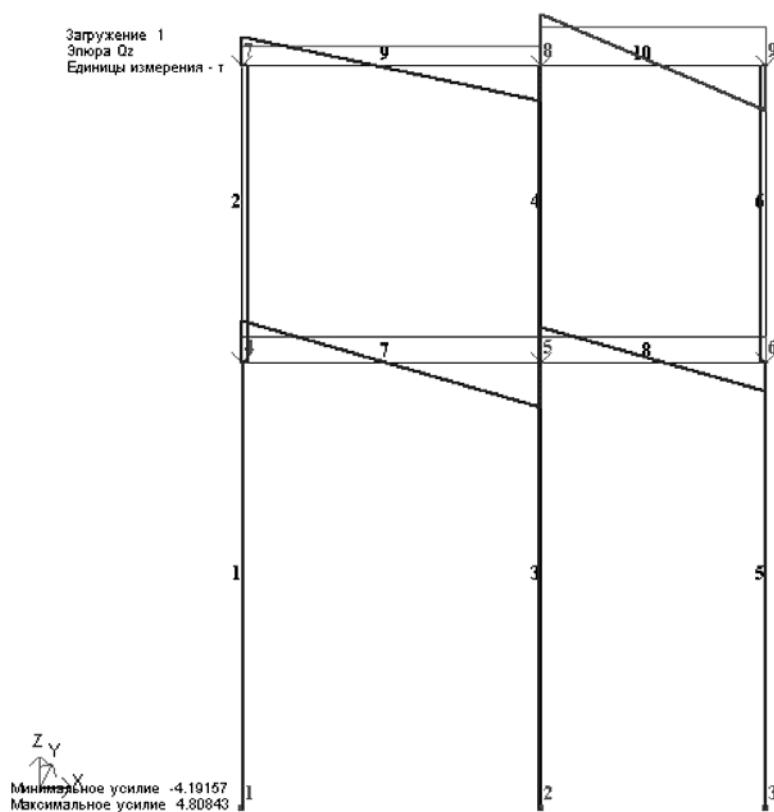

Рис.1.18. Эпюры поперечных сил Q_z
- Для вывода эпюры Q_Z (рис. 1.18), выполните пункт меню Усилия ⇒ Эпюры ⇒ Эпюры поперечных сил (Q_Z) (кнопка на панели инструментов).